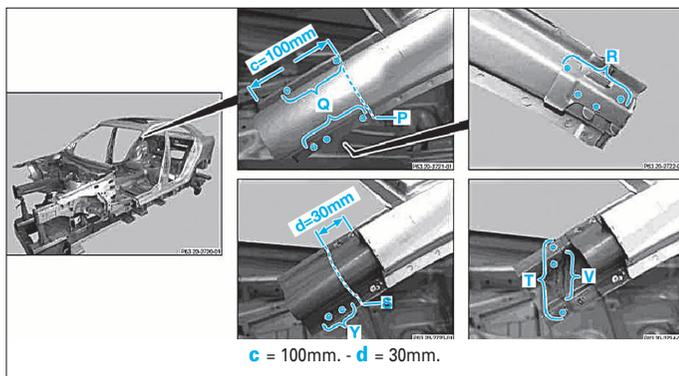

FIG. 38
- Tracer la ligne de coupe (P) (Fig.38).